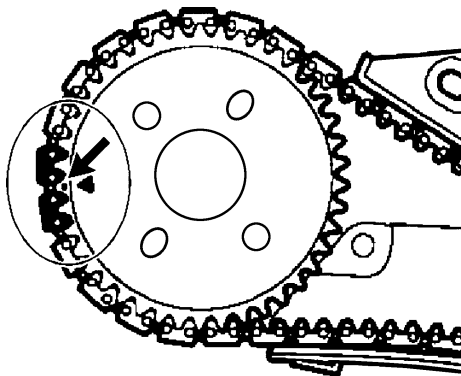

图 16-7 对准左侧凸轮轴齿轮正时标记
3) 将左侧凸轮轴齿轮安装正时链条上, 安装时, 要确保左侧凸轮轴齿轮上的正时标记对准正时链条两个染色链节的中间, 如图 16-7 所示。